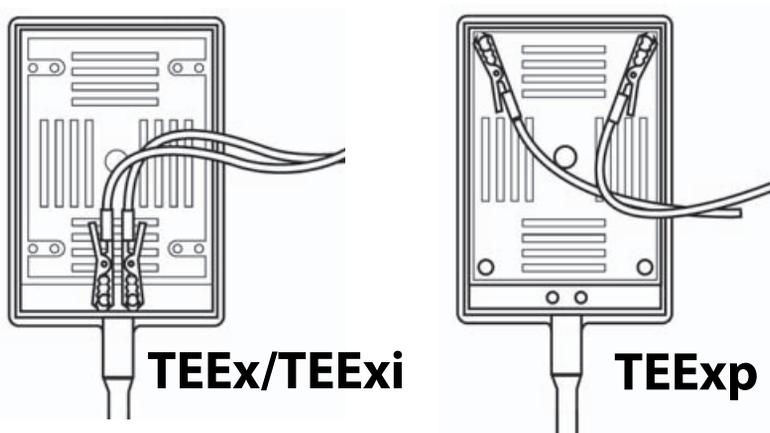

図 3 コネクタ部へリード線を接続する
- c** 図 3 に図示する通り、赤色のリード線をプロープコネクタ部の刻み付きソケットキャップねじへ接続します。リード線の接続位置は、プロープの型式により異なります。プロープの型名の特定方法については、手順の 2b を参照してください。